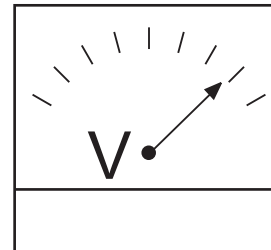

Figure 29. Voltmètre
4. Le voltmètre CA de la génératrice (Figure 29) affiche la puissance de la génératrice en **VOLTS**.